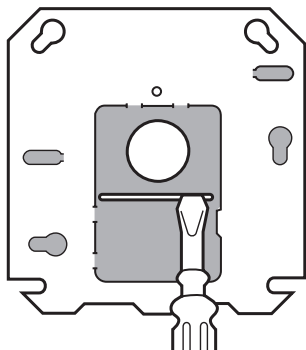

**Fig. 4. La plaque peut être montée sur le transformateur dans l'une ou l'autre des positions (AT72D illustré).**
3. Placer la grande ouverture défonçable de la plaque de montage sur les conducteurs primaires et le flasque du transformateur. La petite patte au centre de la partie inférieure de la plaque se glisse dans la fente du socle de montage du transformateur. (Fig. 4).
### Montage de la plaque sur le transformateur (Fig. 4).
4. Placer la grande ouverture défonçable de la plaque de montage sur les conducteurs primaires et le flasque. La petite patte au centre de la partie inférieure de la plaque se glisse dans la fente du socle de montage du transformateur. Insérer les vis de montage dans les trous de la façon indiquée à la Fig. 4.
3. Placer la grande ouverture défonçable de la plaque de montage sur les conducteurs primaires et le flasque du transformateur. La petite patte à la partie inférieure, au centre de la plaque se glisse dans la fente du pied de montage du transformateur (Fig. 4).